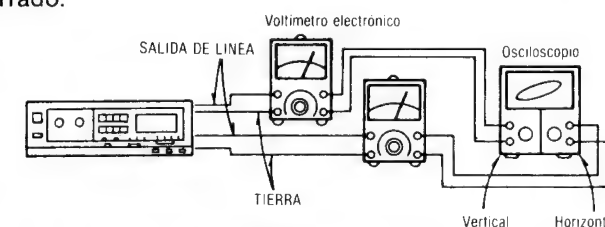

Fig. 5
5. Efectuar las conexiones como muestra la Fig. 5.